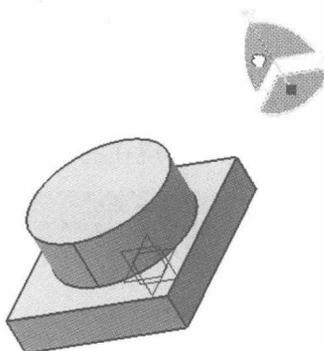

图 2-10 平面移动示意图
(4) 平面移动：如图 2-10 所示，抓住指南针上  $xy$ 、 $xz$ 、 $yz$  任何一平面，则屏幕上的空间及零件可在这个平面上移动。